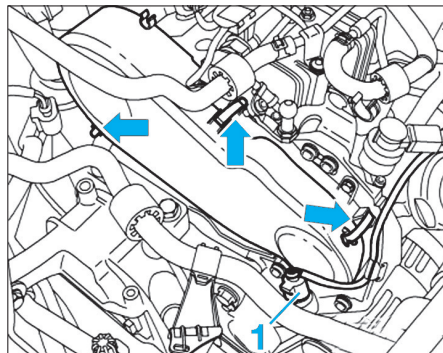

Fig. 4
- Débrancher le connecteur de la sonde de liquide de refroidissement (1).
- Ouvrir les agrafes et déposer le carter de protection supérieur de la courroie de distribution (Fig.4).